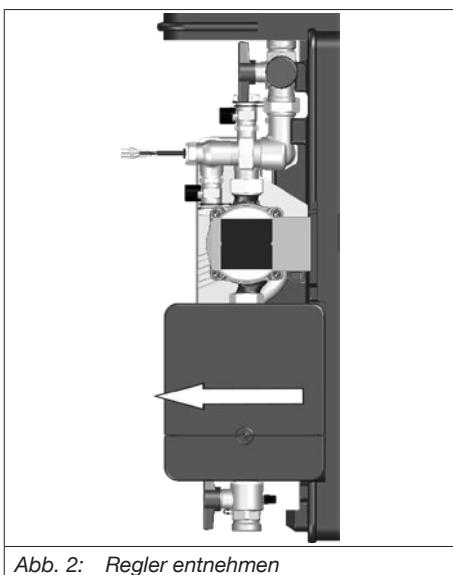

Abb. 2: Regler entnehmen
16. Stecken Sie den Regler zurück aus der Montageposition in die Betriebsposition (siehe Abb. 2 auf Seite 8).